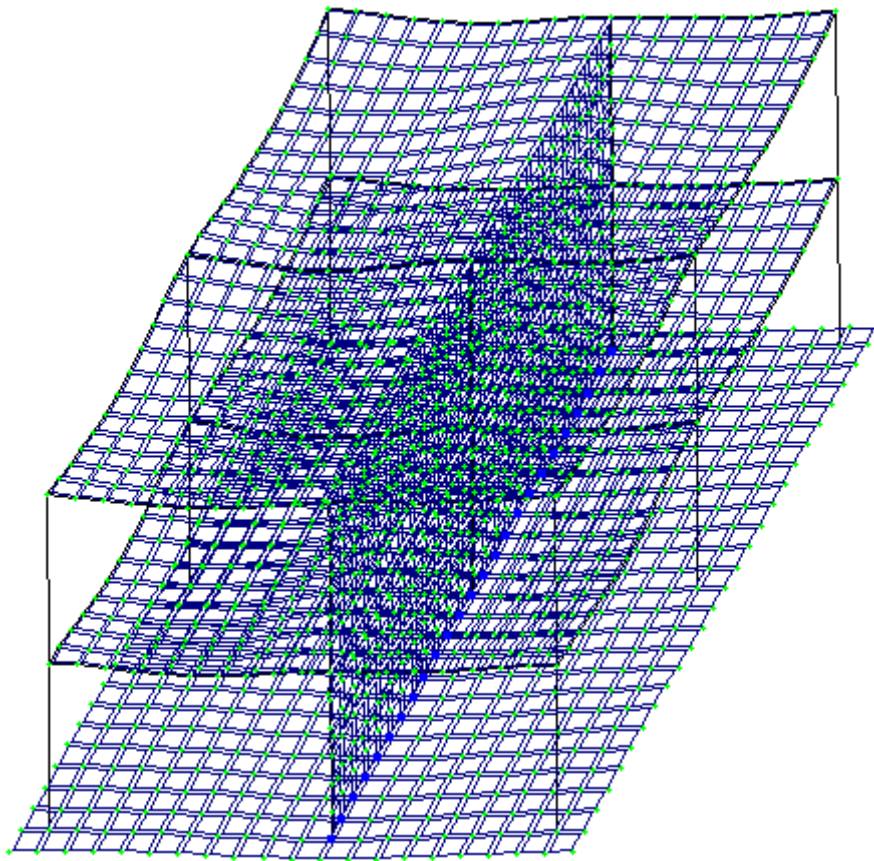

Рис.4.32. Расчетная схема с учетом перемещений узлов
- В режиме просмотра результатов расчета по умолчанию расчетная схема отображается с учетом перемещений узлов (рис.4.32).